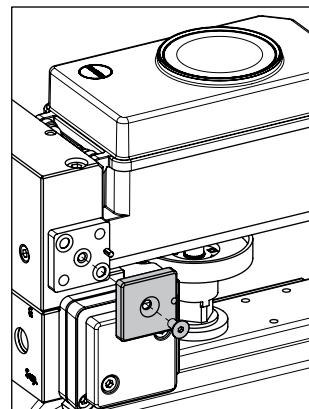

Fig. 15: Montagem da placa de comutação
- 9. Monte a placa de comutação marcada com '*Doppel*' para atuadores de duplo efeito ou a placa de comutação marcada com '*PST*' para atuadores de simples efeito com teste de curso parcial. Consulte Fig. 15.